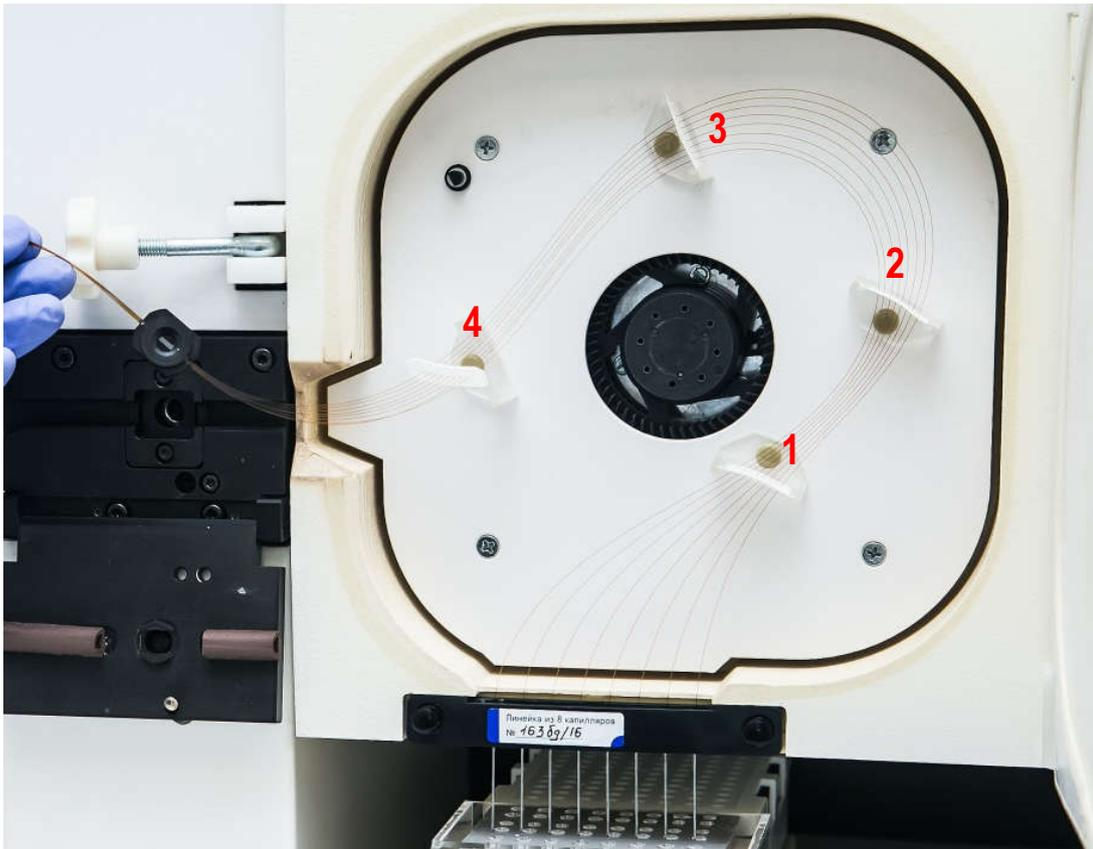

Рисунок 21. Позиции фиксаторов линейки капилляров с закрепленными в них капиллярами
15. Вставить линейку капилляров в фиксаторы на термостате. Если устанавливаемая линейка имеет длину 36 см, то закреплять следует в двух фиксаторах—позиции 1, 4 (рис. 21); если линейка имеет длину 50 см, то закреплять следует во всех четырех фиксаторах —позиции 1–4 (рис. 21). При необходимости фиксаторы могут быть развернуты на любой угол.